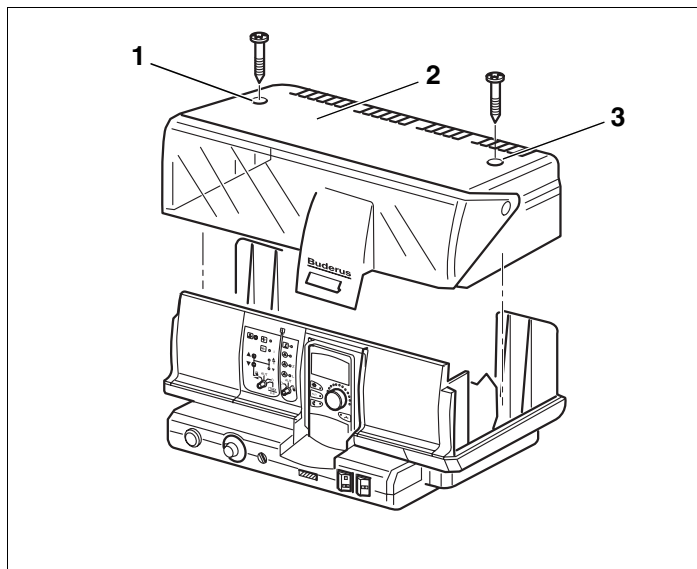

Abb. 14 Abdeckungen entfernen
- Die beiden Schrauben an der Oberseite des Gerätes lösen (Abb. 14, **Pos. 1 und 3**).
- Klemmenabdeckhaube (Abb. 14, **Pos. 2**) abheben.